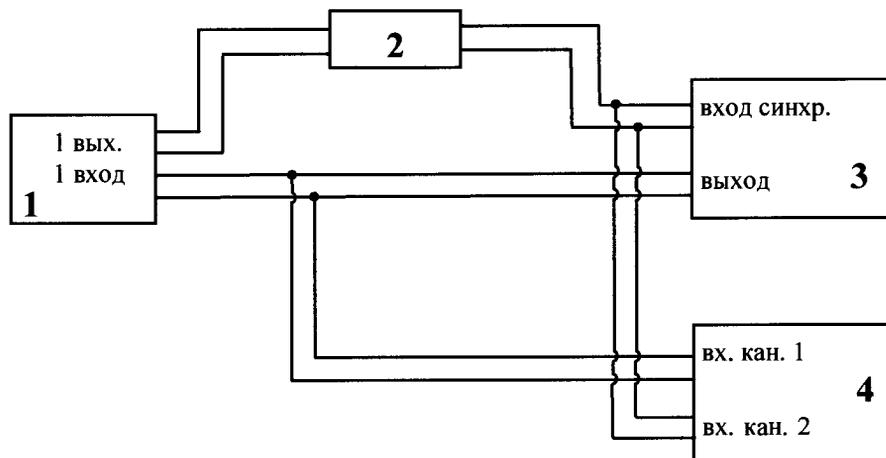

Рисунок 9 – Схема подключения для определения погрешности измерения временных интервалов
- собрать схему в соответствии с рисунком (Рисунок 9);